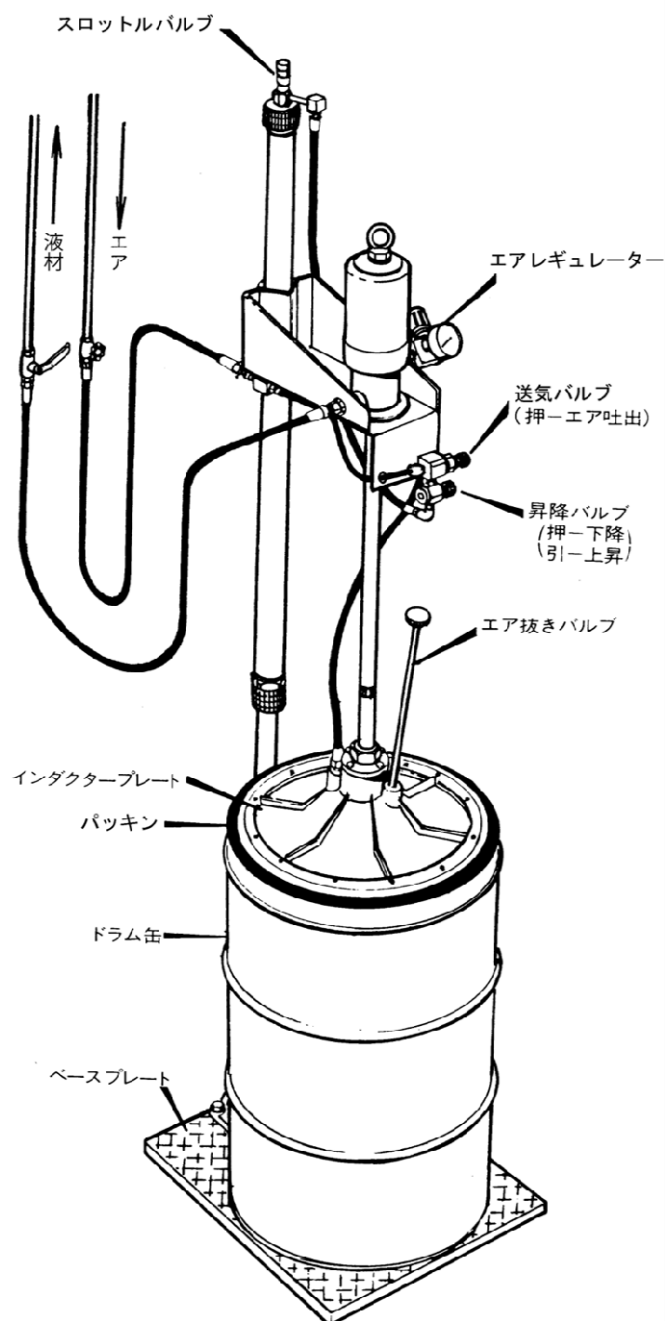

Fig.4
工場出荷時、スロットルバルブは全閉になっています。スロットルバルブを徐々に開き、リフトの昇降速度を調整してください。（Fig.4）
- 2) インダクタープレートエア抜きバルブをねじ戻して取り外します。（Fig.4）